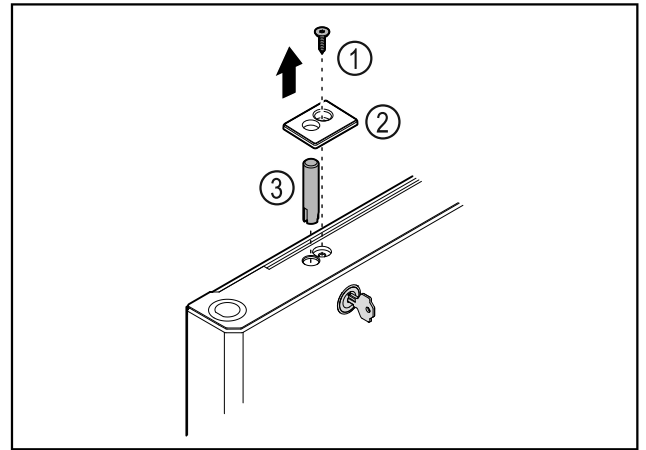

Fig. 37
- Hiqni vidën Fig. 37 (1).
- Nxirrni nga foleja kapakun mbulues Fig. 37 (2) me një kaçavidë të vogël dhe hiqeni.
- Nxirrni jashtë kunjën e bravës Fig. 37 (3).